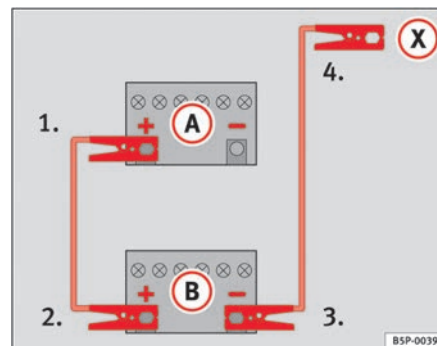

Fig. 158 Esquema de conexión de los cables de emergencia
En la ⇒ fig. 158 **A** representa a la batería sin carga y **B** a la batería con carga.
1. Emborne un extremo del cable de emergencia rojo al polo positivo ⇒ fig. 158 ⊕ del vehículo con la batería descargada ⇒ ⚠.